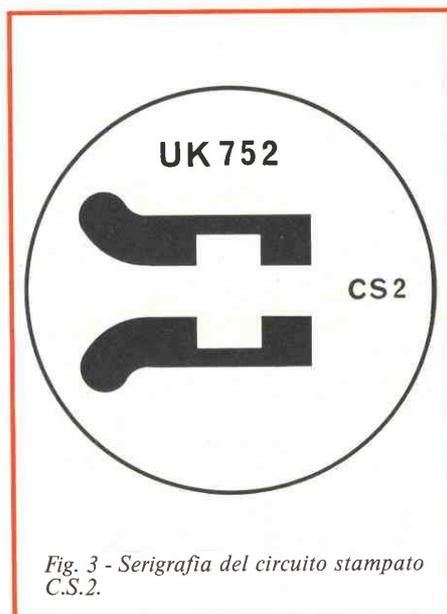

Fig. 3 - Serigrafia del circuito stampato C.S.2.
□ Sul circuito stampato (1) di figura 4, la cui serigrafia è mostrata in fig. 3, saldare il fotoresistore (2). La polarità non ha importanza, ma bisogna che la parte rettangolare venga infilata nella finestra praticata sul circuito stampato, con la parte sensibile rivolta verso l'esterno. Bisogna particolarmente curare la saldatura in modo da non surriscaldare il componente, essendo i contatti molto vicini alla parte attiva.